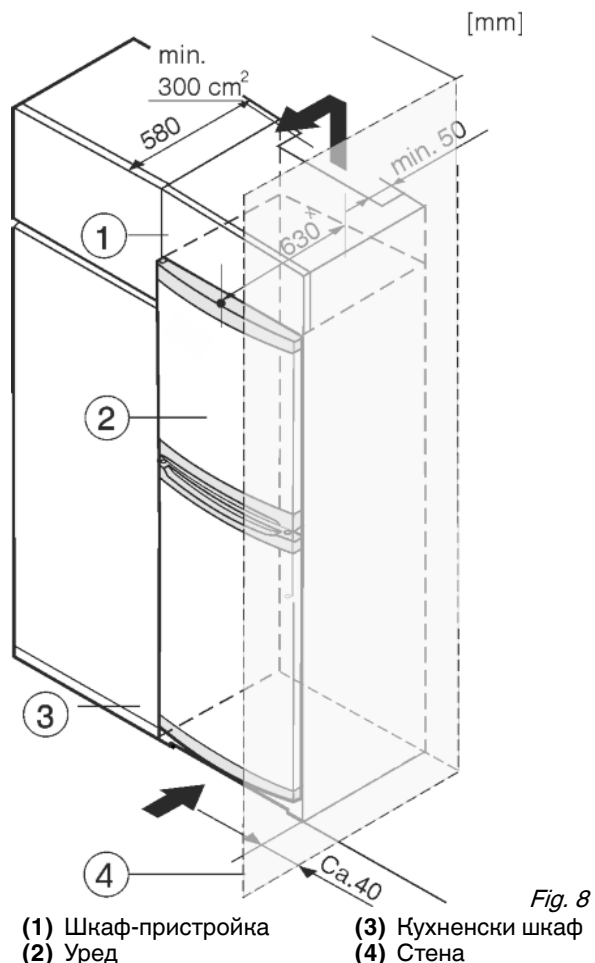

Fig. 8
Уредът може да е обграден с кухненски шкафове. За да изравните височината на уреда *Fig. 8 (2)* с височината на вградената кухня, над уреда може да се постави шкаф-пристройка *Fig. 8 (1)*.
При вграждане с кухненски шкафове (дълбочина макс. 580 мм), уредът може да се постави директно до кухненския шкаф *Fig. 8 (3)*. Отстрани уредът е издаден на 34 мм ×, а в средата на уреда - на 50 мм × спрямо предната страна на кухненския шкаф.
Когато уредът се постави с шарнири близо до стена *Fig. 8 (4)*, разстоянието между уреда и стената трябва да бъде поне 40 мм. Това е разстоянието, на което дръжките излизат напред при отворена врата.